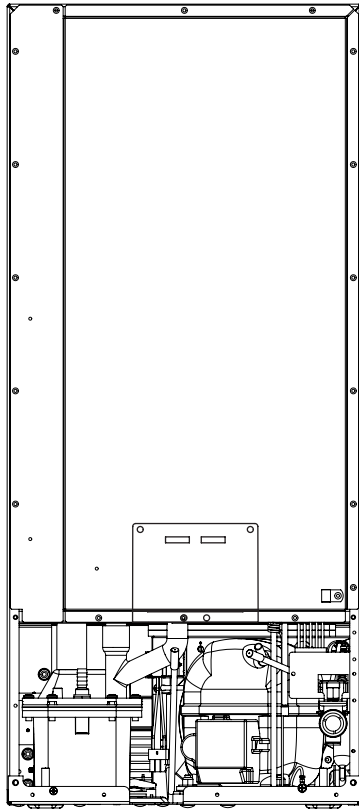

Figura 41
7. Desconecte la tubería de agua entre la salida de la válvula de agua y el depósito y drene el agua restante que queda en el área de la trampa de la tubería de agua (vea las Figura 41 y Figura 41a).
8. Vuelva a conectar la tubería de agua en la salida de la válvula de agua (vea las Figura 41 y Figura 41a).